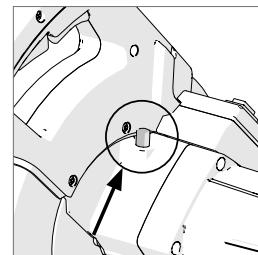

図38
- ・ シャフトロックボタンを押し、軸が回転しないようにロックをかけます。(図38)